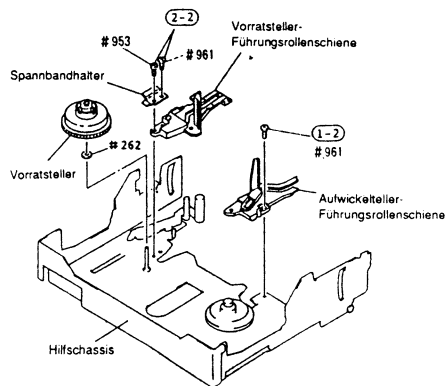

Abb. 2-59
- 2) Eine (1) Befestigungsschraube der Aufwickelteller-Führungsrollenschiene entfernen (siehe Abb. 2-59).
- 2) Zwei (2) Befestigungsschrauben des Spannbandhalters und der Vorratsteller-Führungsrollenschiene entfernen (siehe Abb. 2-59).